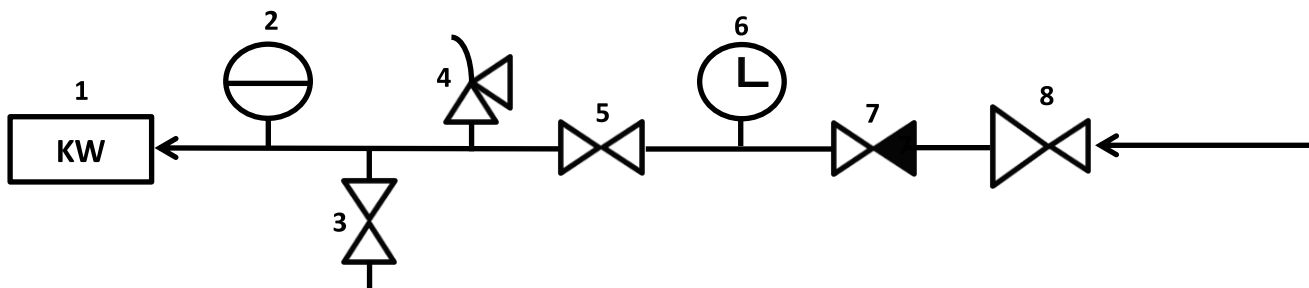

Рис.1.
5.2 Обязка подключения к системе водоснабжения осуществляется согласно действующим нормам (см. рис.1)